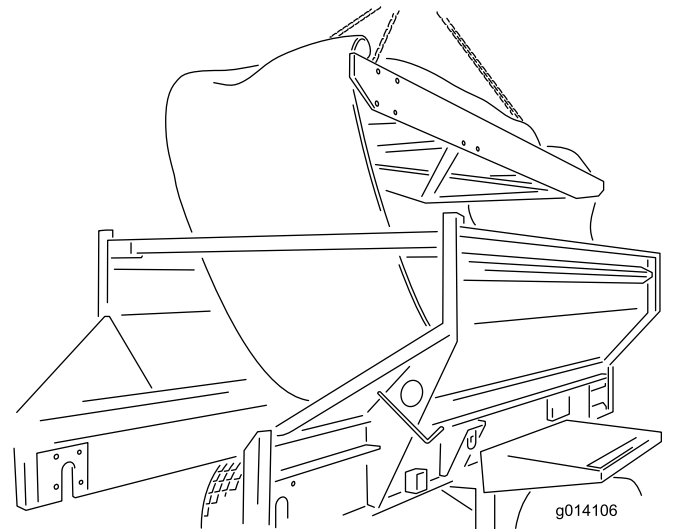

Figura 60
- Retire el casete izándolo desde la parte superior de la máquina. Colóquelo sobre el suelo (Figura 60).